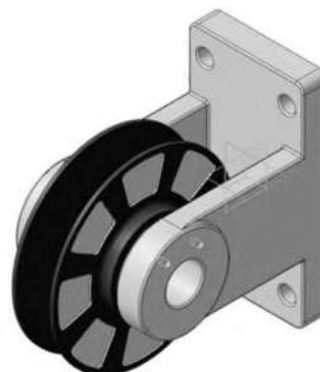

Рисунок 3.29. Деталь «Втулка» и сборочная единица «Ролик» в сборе
2.3.10 Нажмите кнопку **Создать объект**  на Панели специального управления. Сборочная единица *Ролик* займет правильное положение в сборке (рисунок 3.29).